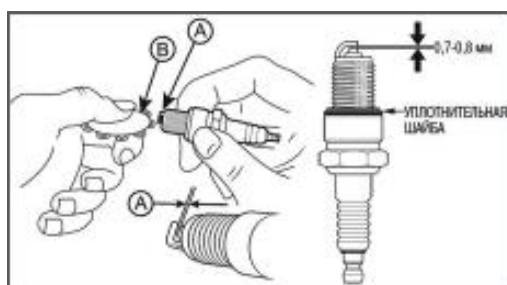

Рис. 27 Зазор между электродами свечи зажигания А- зазор В- щуп
4. Измерьте зазор А между электродами свечи зажигания специальным щупом В (Рис. 27). Зазор должен быть 0,7- 0,8 мм (Рис. 27). При увеличении или уменьшении требуемого зазора, рекомендуется заменить свечу, так как регулировка зазора может привести к изменению качества искрообразования.